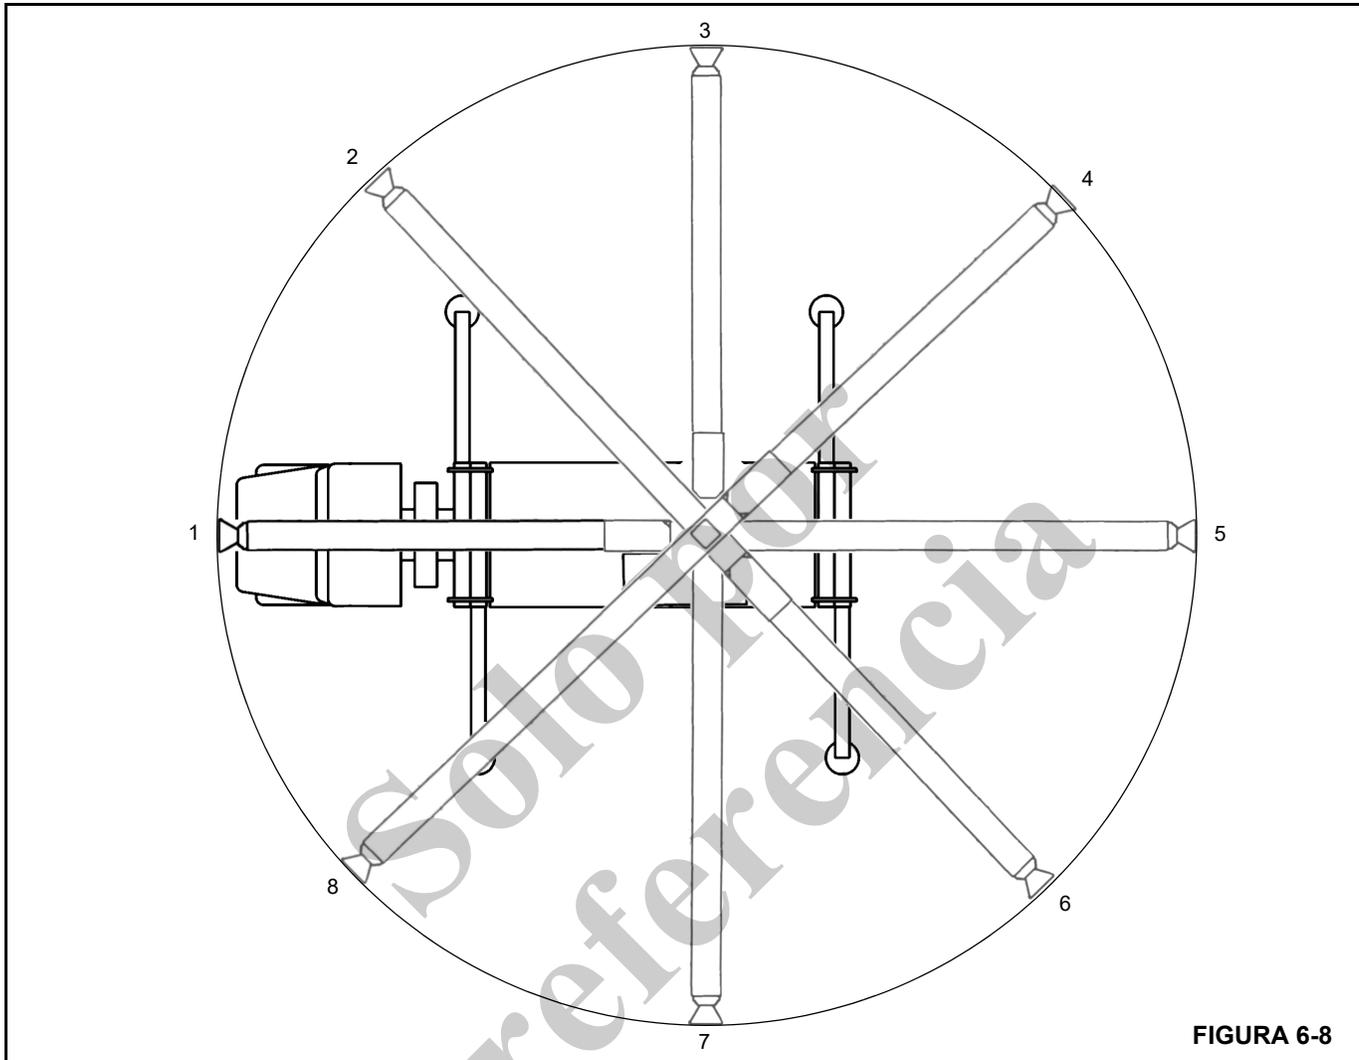

FIGURA 6-8
10. Si el promedio es de menos de 2.2 mm (0.090 pulg), repita la medida cada 45° alrededor de toda la zona de trabajo de la grúa (Figura 6-8).